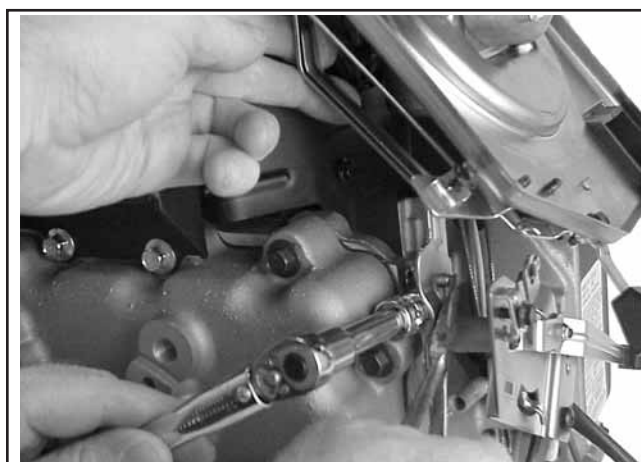

Abbildung 11-58. Einstellung des Drehzahlreglers.
- Ziehen Sie die Sechskantmutter am Drehzahlreglerhebel fest an. Siehe Abbildung 11-58.